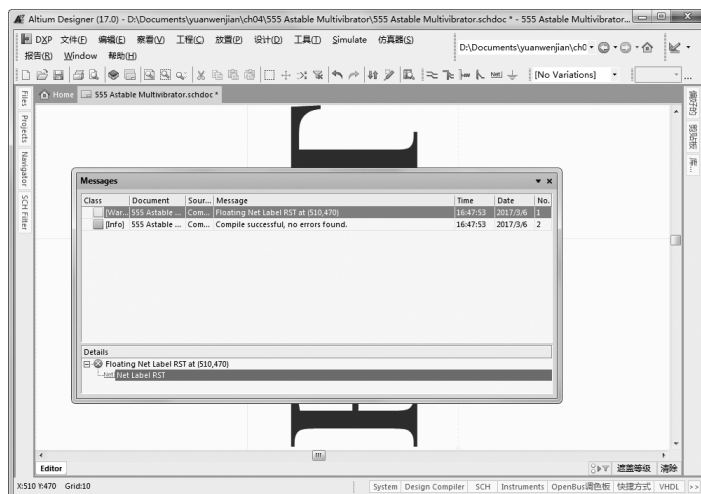

图 4-13 显示编译错误
(3) 双击出错的信息，在下面的“Detail”（细节）选项组下显示了与错误有关的原理图信息。同时在原理图出错位置出现高亮显示状态，电路图上的其他元器件和导线则处于模糊状态，如图 4-13 所示。